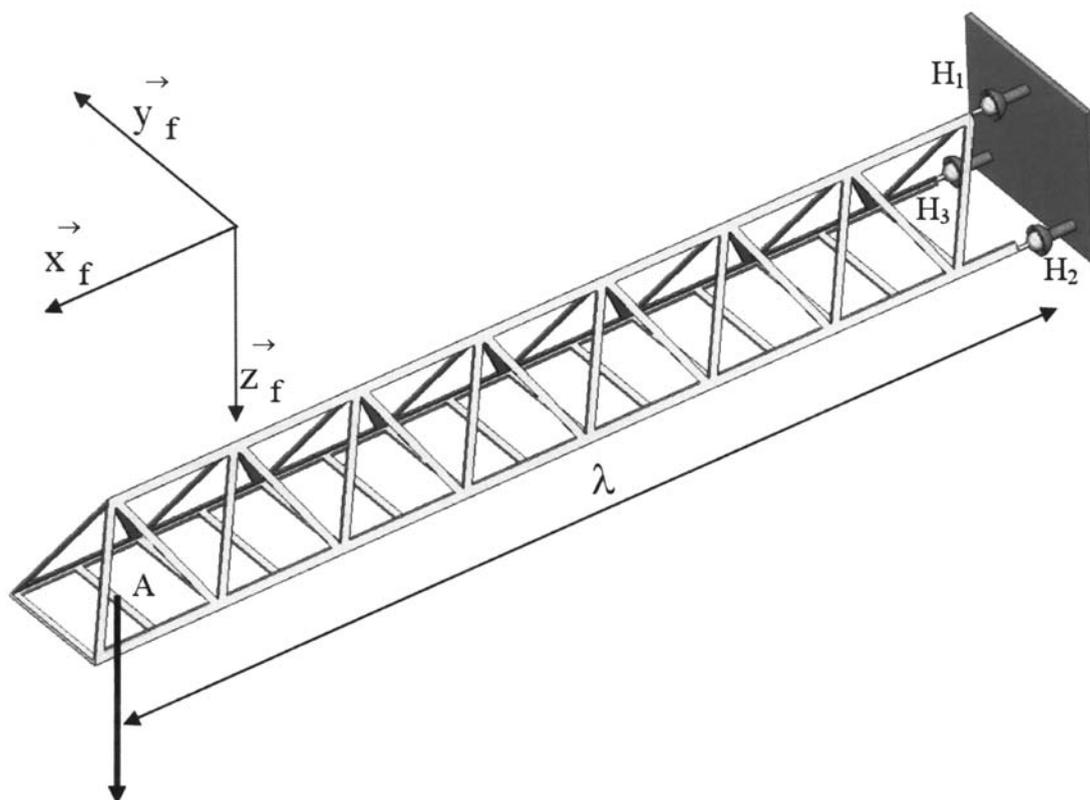

Figure 5 : Efforts dans la truss
On s'intéresse maintenant à la composante sur  $x_f$  (figure 5) des efforts intérieurs dans les longerons. Pour ce faire on étudie l'équilibre d'une portion de la flèche, en faisant les hypothèses :
- cette portion est solidarisée avec le reste de la flèche par l'intermédiaire de trois liaisons sphériques situées en  $H_1, H_2, H_3$  conformément à la figure 5 ci-après ;